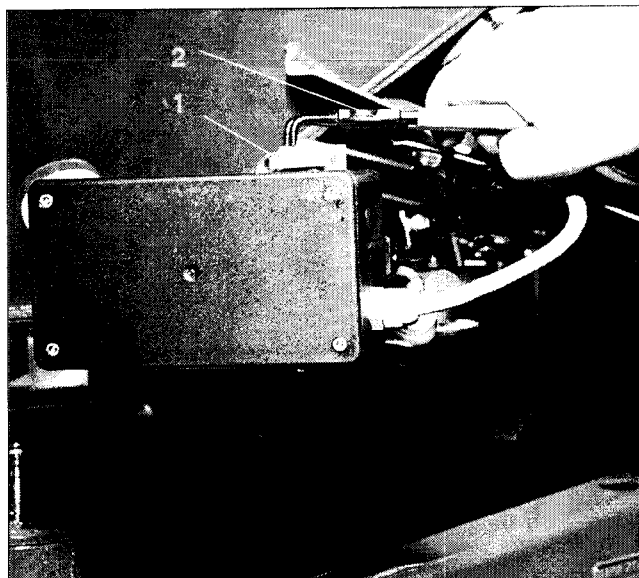

Fig. 36
- Die beiden Sicherungsclips (Fig. 36/1) mit Sicherungszange ( Fig. 36/2) entfernen.